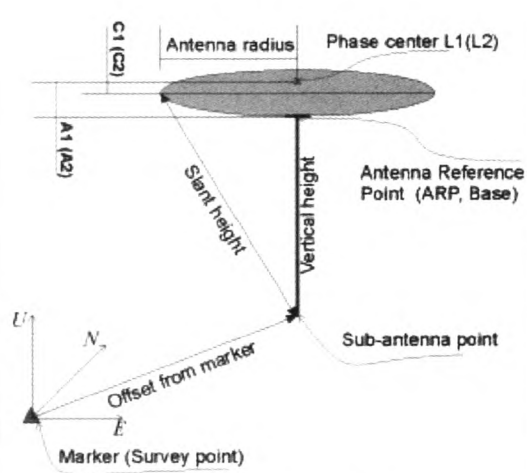

图 1 天线相位中心示意图
(1)在 GPS 测量时,观测值都是以接收机天线的相位中心位置为准的,而天线的相位中心与其几何中心,在理论上应保持一致。观测时天线的相位中心随着信号输入的强度和方向不同而有所变化,这种差别叫天线相位中心的位置偏差,这种偏差的影响可达数毫米至厘米,而如何减少相位中心的偏移对 GPS 数据处理带来影响,在软件中如何自定义正确的天线类型,是不同品牌或不同型号的 GPS 接收机观测数据联合处理重要的一步。(见图 1)